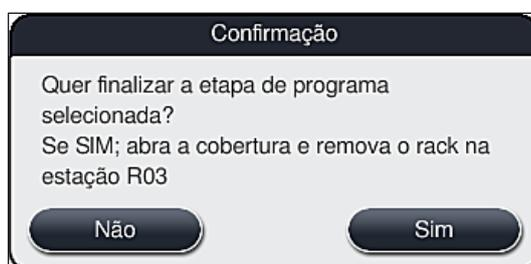

Fig. 89
5. Na mensagem de informações a seguir (→ "Fig. 89"), confirme o cancelamento do programa com o botão **Sim** ou retorne à tela do status do processo com **Não**.
As informações na mensagem (→ "Fig. 89") devem ser atendidas imprescindivelmente.